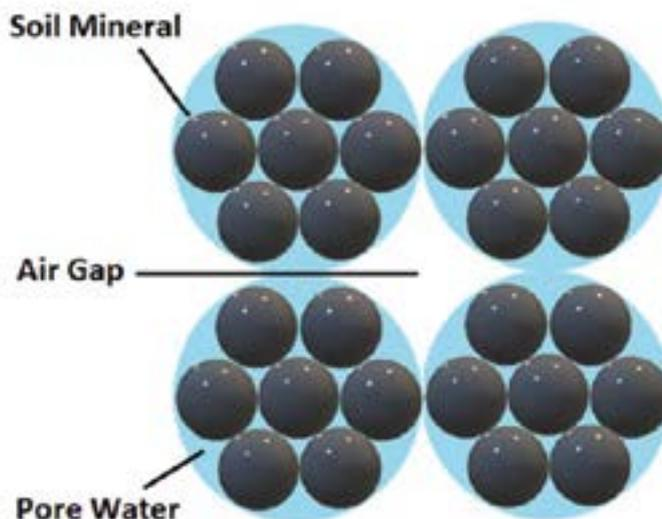

Figura 1. Composición del suelo.
Como muestra la Figura 1, las muestras de suelo consistirán básicamente en el propio mineral del suelo (en forma de granos), espacios con aire y agua capilar. Los nutrientes del suelo, junto con los productos químicos fertilizantes, serán transportados en el agua capilar. El estudio detallado del estado del suelo exigirá medir la conductividad eléctrica (CE). De este modo se obtienen datos sobre la composición del suelo a partir de las propiedades de resistencia de sus componentes.